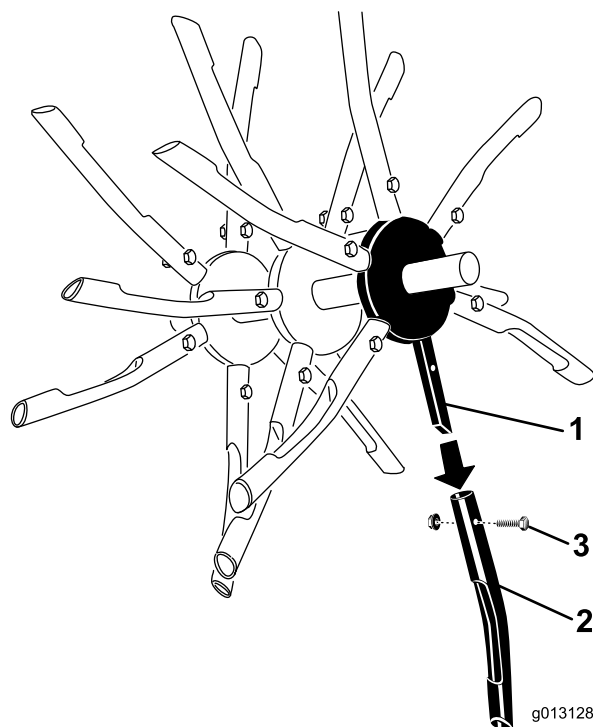

Рисунок 32
4. При обнаружении сломанного или поврежденного зуба удалите гайку и болт, которые крепят зуб к узлу зубьев (Рисунок 32).